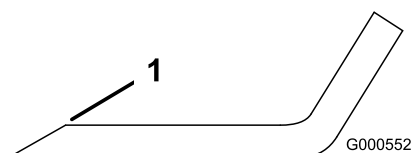
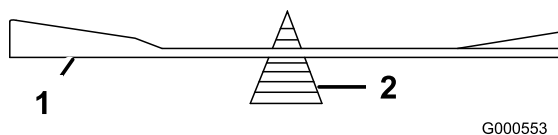

Figure 47
Figure 48
- Au moyen d'une lime, aiguisiez les tranchants aux deux extrémités de la lame (Figure 47). Veillez à conserver l'angle de coupe d'origine. Limez la même quantité de métal sur chacun des deux tranchants pour ne pas déséquilibrer la lame.
- Vérifiez l'équilibre de la lame en la plaçant sur un équilibreur (Figure 48). Si la lame reste horizontale, elle est équilibrée et peut être utilisée. Si la lame est déséquilibrée, limez un peu l'extrémité de la partie relevée seulement (Figure 47). Répétez cette procédure jusqu'à ce que la lame soit équilibrée.